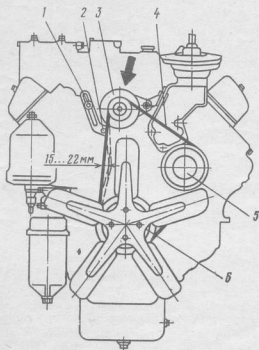

Рис. 12. Схема проверки натяжения ремней привода генератора и водяного насоса:
28. Отвернуть болт 1 (Рис. 12) крепления натяжной планки генератора, сдвинуть генератор вниз и снять приводные ремни 4 с двигателя. (Ключ гаечный кольцевой 17 мм).